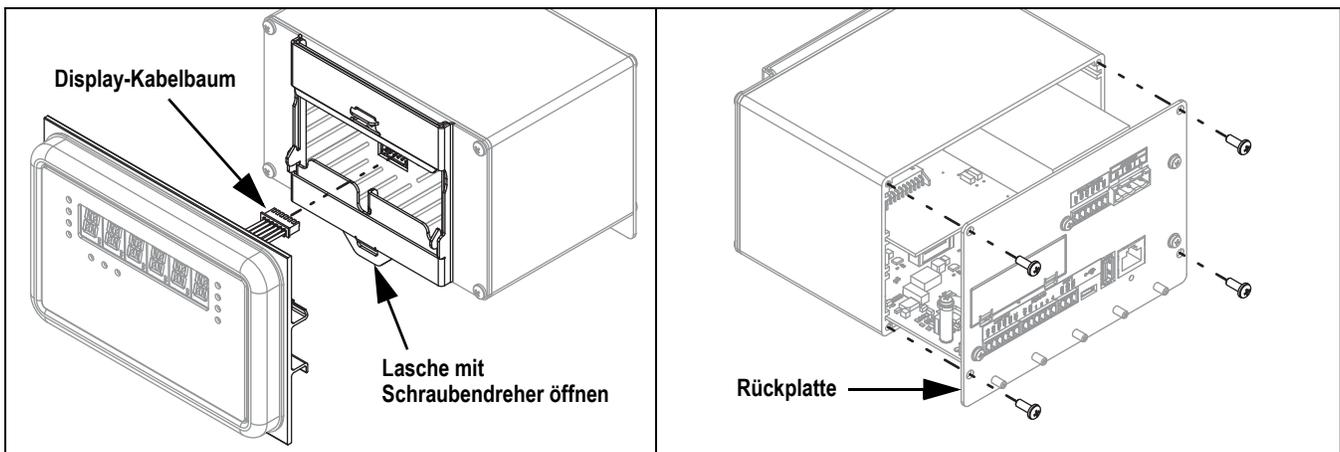

Abbildung 2. Entfernen von Front- und Rückplatte
2. Die Controller-Baugruppe aus der DIN-Schiene aushaken. Dazu einen Flachschaubendreher in die untere Öffnung einführen und die Montageplatte nach unten schieben (Abbildung 2). Aufgrund des Winkels des Hakenteils an der DIN-Halterung kann die Gewichtsanzeige beim Lösen der Verbindung ein wenig festsitzen.